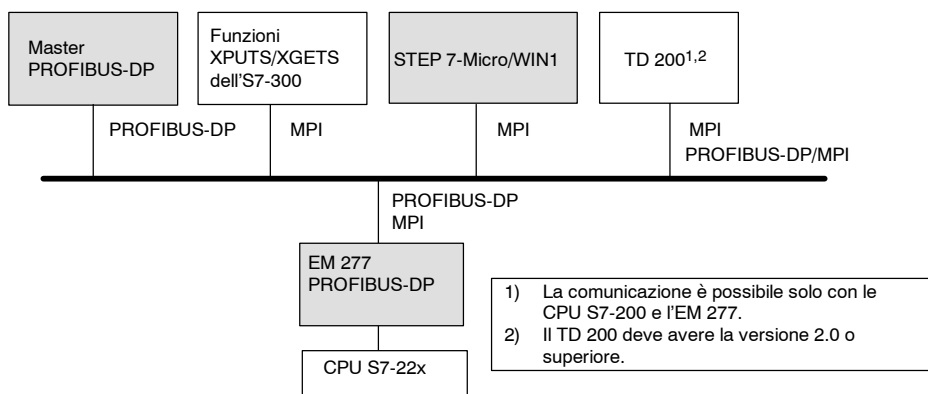

Figura A-27 Rete PROFIBUS-DP/MPI
Oltre al master DP l'unità PROFIBUS-DP EM 277A può avere un massimo di sei connessioni (sei dispositivi). Una connessione è riservata al dispositivo di programmazione (PG) e una al pannello operatore (OP), le altre quattro possono essere utilizzate per qualsiasi master MPI. Per fare in modo che l'unità PROFIBUS-DP EM 277 possa comunicare con più master, è necessario che tutti master funzionino alla stessa baud rate. La figura A-27 illustra una possibile configurazione di rete.